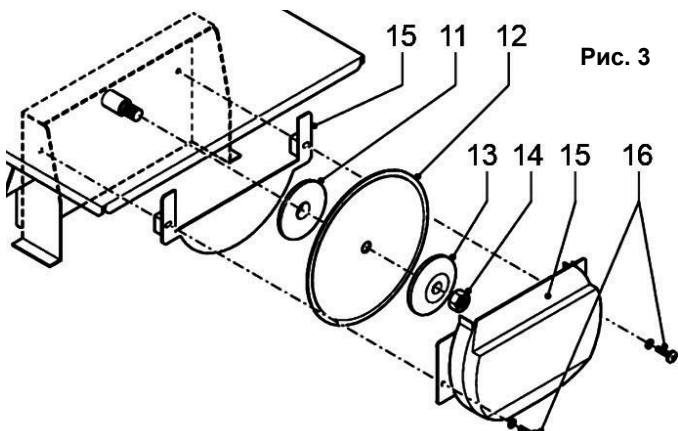

Рис. 3
Установка и замена отрезного диска (См. Рис.3)
- Демонтируйте защитный кожух (15), открутив крепящие винты (16)(См. Рис.3).
- Удерживая гаечным ключом шпиндель, вторым гаечным ключом открутите гайку (14), снимите внешний фланец (13).
- Демонтируйте старый отрезной диск (12) и внутренний фланец (11).
- Установите на шпиндель внутренний фланец (11) и новый отрезной диск (12).
- Установите обратно внешний фланец (13).
- Установите на место гайку (14) и крепко затяните ее.
- Установите защитный кожух (15). Крепко затяните винты (16).